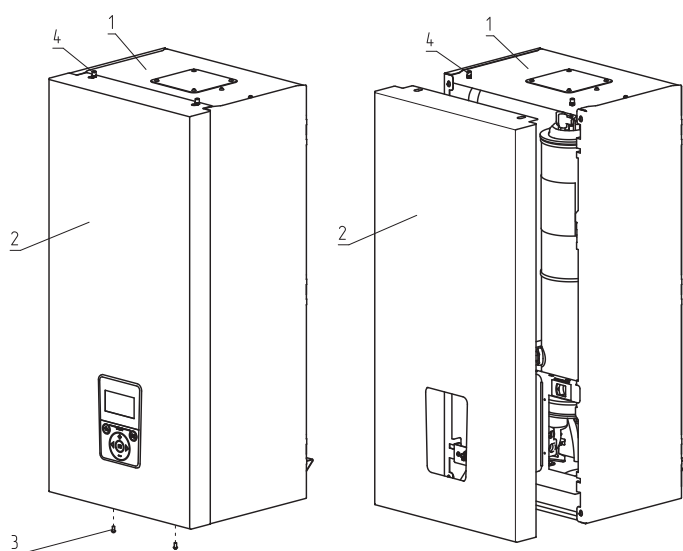

Рис. 8 Снятие кожуха
- Выкрутить болты крепления (**Рис. 8, поз. 3**);
- Переместить кожух вверх, сняв с зацепов (**Рис. 8, поз. 4**);